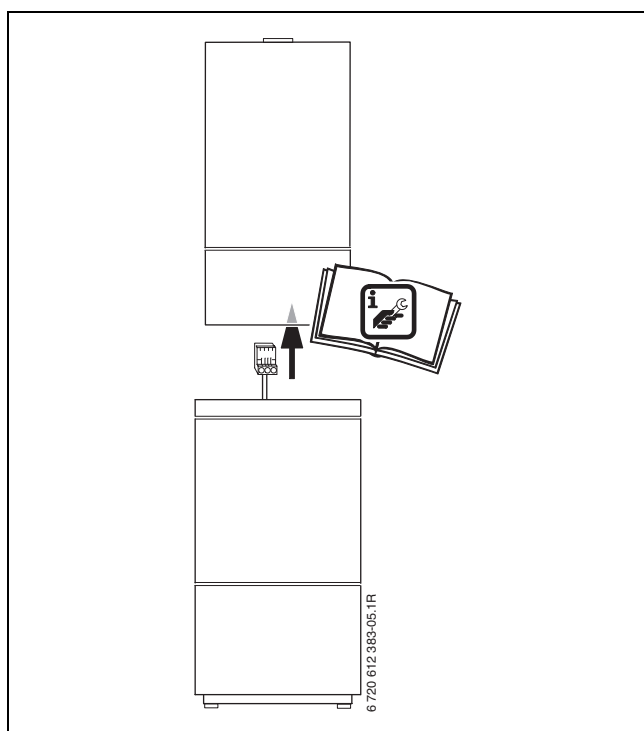

Fig. 5
- ▶ Raccorder la fiche de raccordement de la sonde de température du préparateur au tableau du producteur de chaleur (→ figure 5).